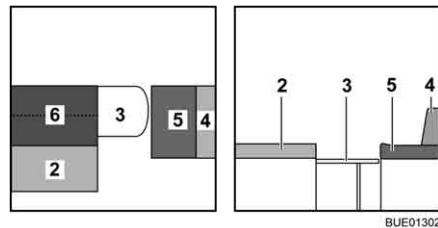

Fig. 125 Pendant la transformation
- Relever le coussin supplémentaire (Fig. 125,6) et le placer sur la table.